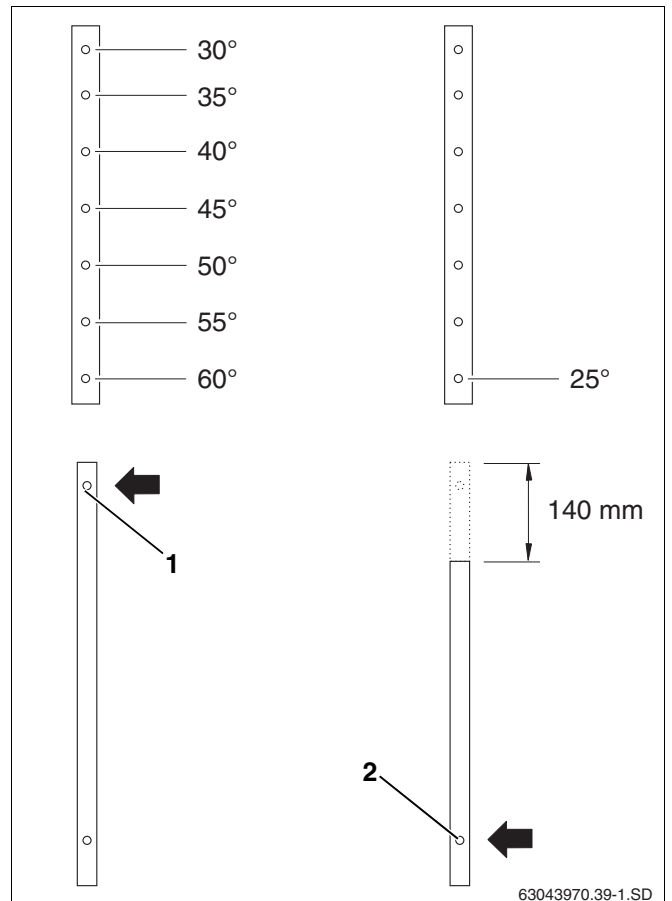
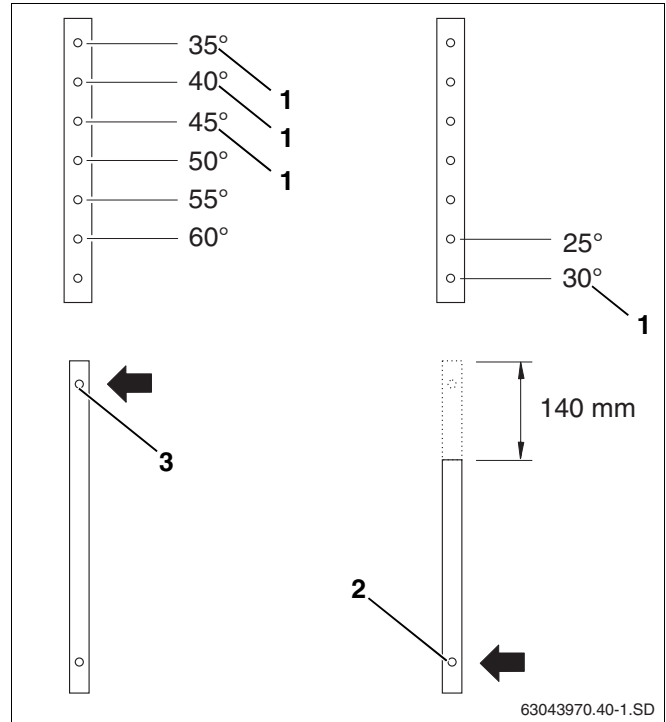

Fig. 12 Impostare l'angolo di inclinazione per i collettori verticali
Fig. 13 Impostazione dell'angolo di inclinazione per i collettori orizzontali
- Scegliere i fori delle guide telescopiche superiori e inferiori secondo fig. 12 e fig. 13.
In caso di montaggio verticale, per impostare un angolo di inclinazione del collettore compreso fra 30° e 60°, utilizzare il foro più in alto della guida telescopica inferiore (fig. 12, **pos. 1**).
Per ottenere un angolo di inclinazione di 25° è necessario accorciare la guida inferiore di 140 mm nella parte alta e utilizzare il foro inferiore (fig. 12, **pos. 2**).
In caso di montaggio orizzontale, per impostare un angolo di inclinazione del collettore compreso fra 35° e 60°, utilizzare il foro più in alto della guida telescopica inferiore (fig. 13, pos. 3).
Per ottenere un angolo di inclinazione di 25° e 30°, è necessario accorciare la guida inferiore di 140 mm nella parte alta e utilizzare il foro inferiore (fig. 13, pos. 2).
- Per il montaggio su facciata, possono essere utilizzate solo le posizioni relative agli angoli di inclinazione del collettore di 30°, 35°, 40° e 45° (fig. 13, pos. 1).